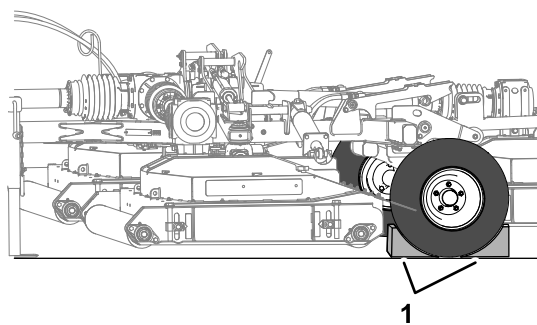

**Figura 17**
- Retire o pino e rode a barra de reboque na vertical (Figura 17).
- Alinhe o orifício na barra de reboque com o orifício no macaco (Figura 17).
- Insira o pino através dos orifícios na barra de reboque e no macaco (Figura 17).
- Rode a pega do macaco para subir completamente o tapete do macaco; consulte Figura 17 em Sustentar o cortador com o macaco (página 14).